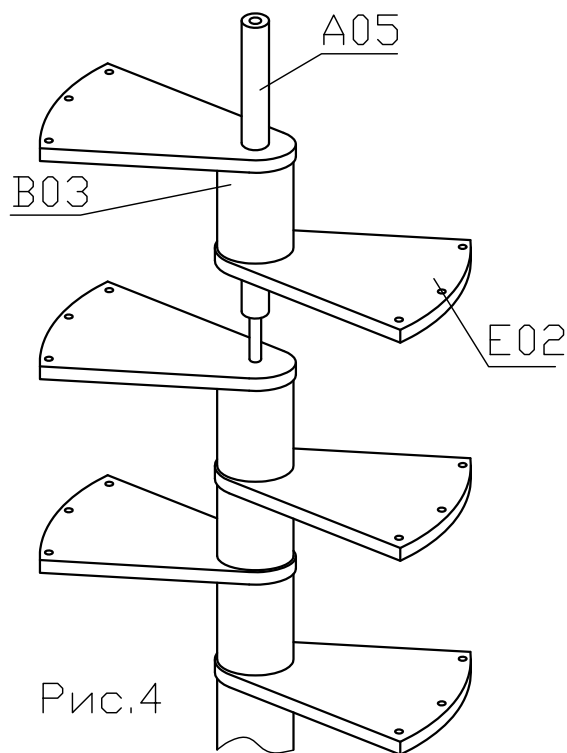

Рис.4
2.5.5 Насадите на промежуточный стержень последовательно шесть дистанционных цилиндров с отверстием 48мм (B03) и шесть ступеней с отверстием 48мм (E02). См. Рис.4.